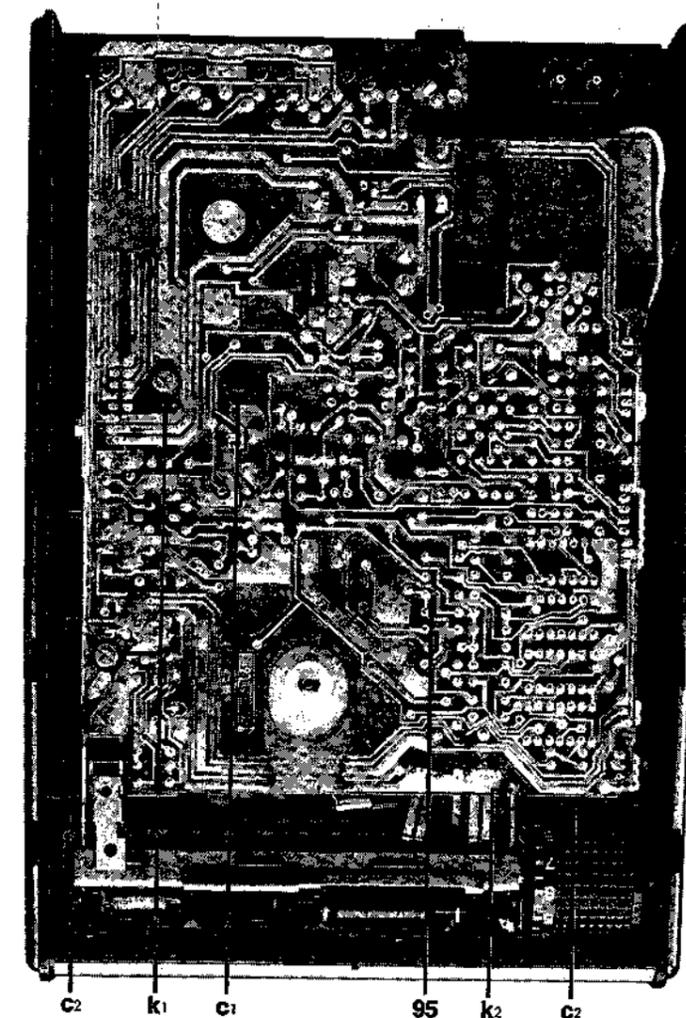
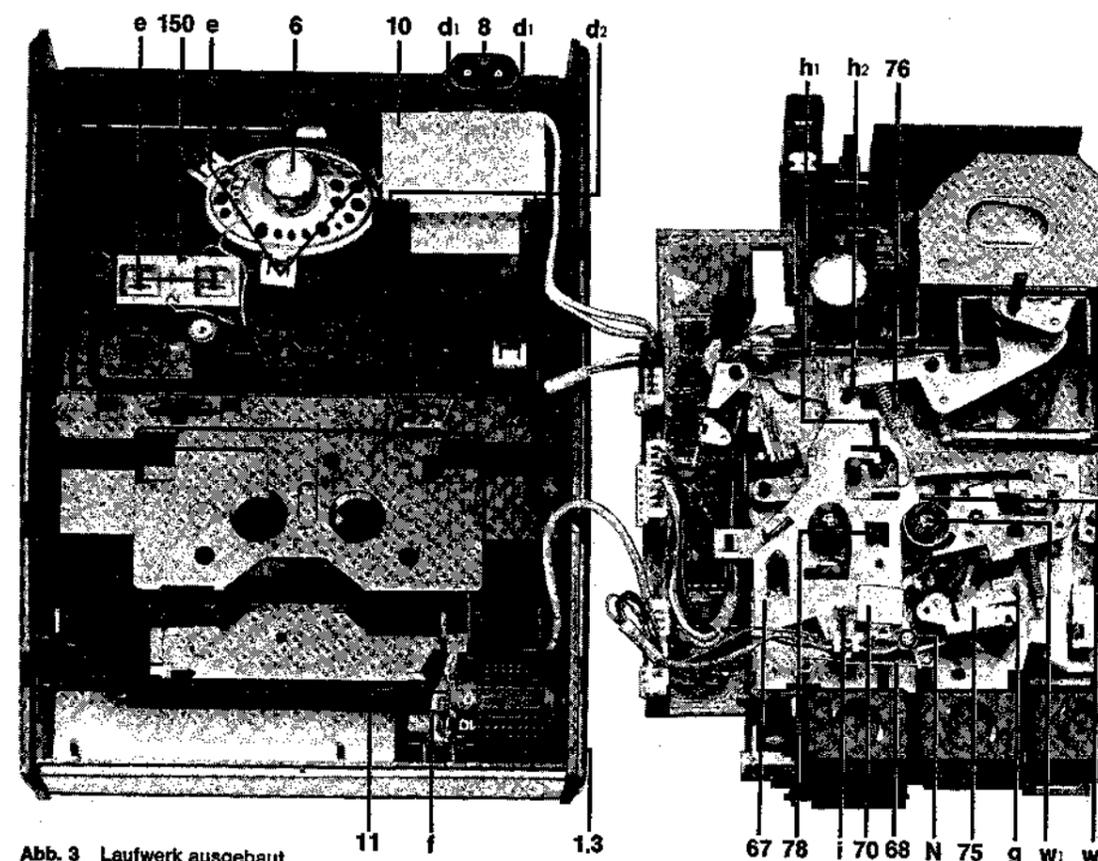

Abb. 2 Ansicht ohne Boden
Abb. 3 Laufwerk ausgebaut
2.3. Laufwerk komplett [Abb. 2]
- Laufwerk läßt sich komplett mit Druckplatte herausnehmen und neben das Oberteil (1) legen (dabei bleibt das Gerät voll funktionsfähig).
2.10. Verstärkerplatte 95 [Abb. 2]
- Druckplatte (95) etwas nach rechts schieben und bei (k₂) aushängen
- Laufwerk lässt sich komplett mit Druckplatte herausnehmen und neben das Oberteil (1) legen (dabei bleibt das Gerät voll funktionsfähig).
- und Netzeinbaustecker (8) herausziehen.
- und Netztrafo (10) herausnehmen.
2.5. Lautsprecher 6 und LED-Platte 150 [Abb. 3]
2.6. Lautstärkereglern 11 [Abb. 3]
2.7. Andruckrollenhebel 75 [Abb. 3]
- bei Einbau auf Feder (68) achten.
2.8. Kopfschlitten 67 [Abb. 3]
- 2 Federn (76) und (78) aushängen.
2.9. Kopf 70 [Abb. 3]
- Schraube (N) herausdrehen.
2.11. Kommutator und Kupplung [Abb. 3]
- Kopfschlitten (67) ausbauen.